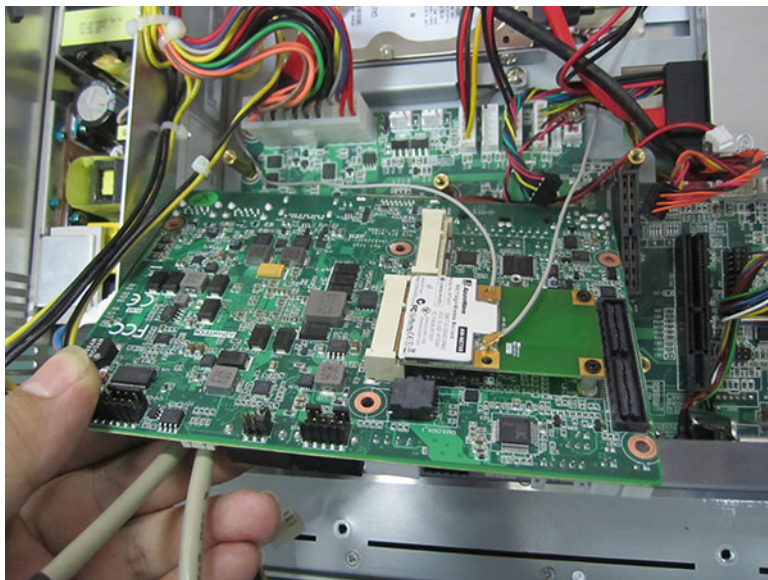

图 2.32:
5. 天线接至无线网卡，长卡的走线方式如图 2.32 所示。